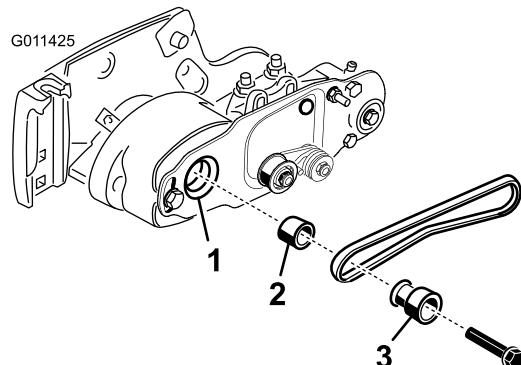

Figura 16
4. Mientras gira el molinete, que hará girar a su vez la polea motriz, haga palanca para retirar la correa de la polea motriz (Figura 16).
5. Retire el perno que sujetla la polea motriz del cepillo del rodillo al eje del alojamiento del cojinete (Figura 16).
6. Retire la polea motriz del cepillo del rodillo y el espaciador del eje (Figura 16).